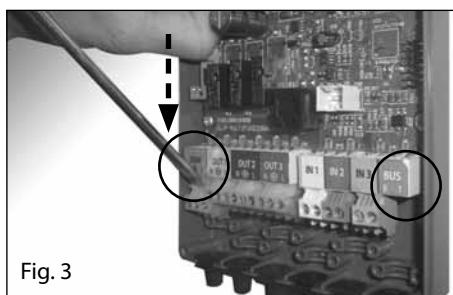

Fig. 3
- scoateți ușor cele două conectoroare de la capătul cutiei de borne (fig. 3).